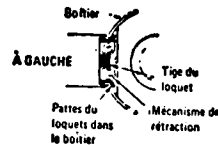

Fig. 3
- i - Position chassis so that latch prongs are facing to the left. (Fig. 3)
- i - Placer le châssis de sorte que les agrafes du loquet soient tournées vers la gauche (Fig. 3).